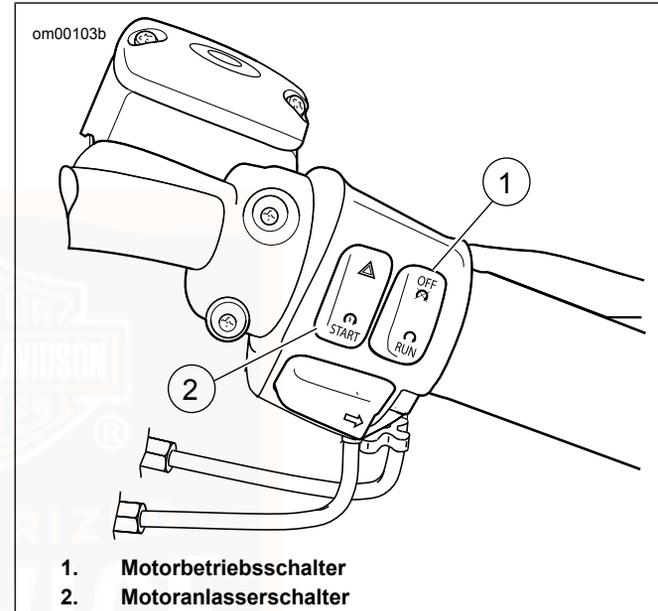

Abbildung 18. Bedienelemente am rechten Lenker
2. Siehe Abbildung 18. Den Motorbetriebsschalter EINSCHALTEN.